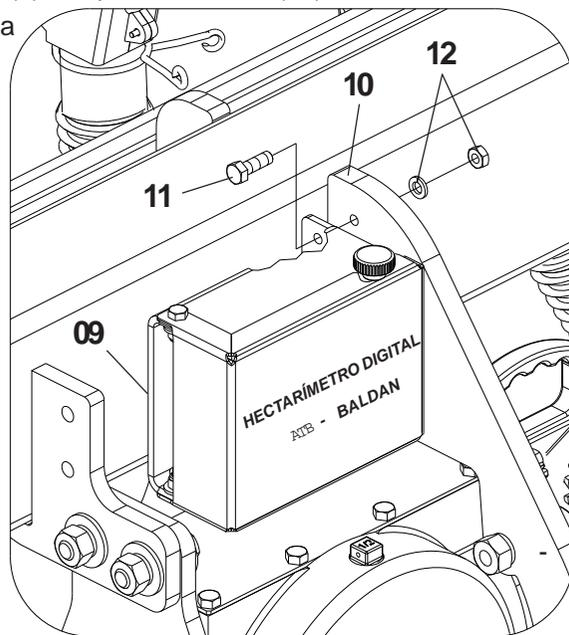

Figura 66
3 - Coloque a caixa de proteção (9) completa no chassi (10) da semeadora com parafuso (11), arruela e porca (12), **Figura 66**;